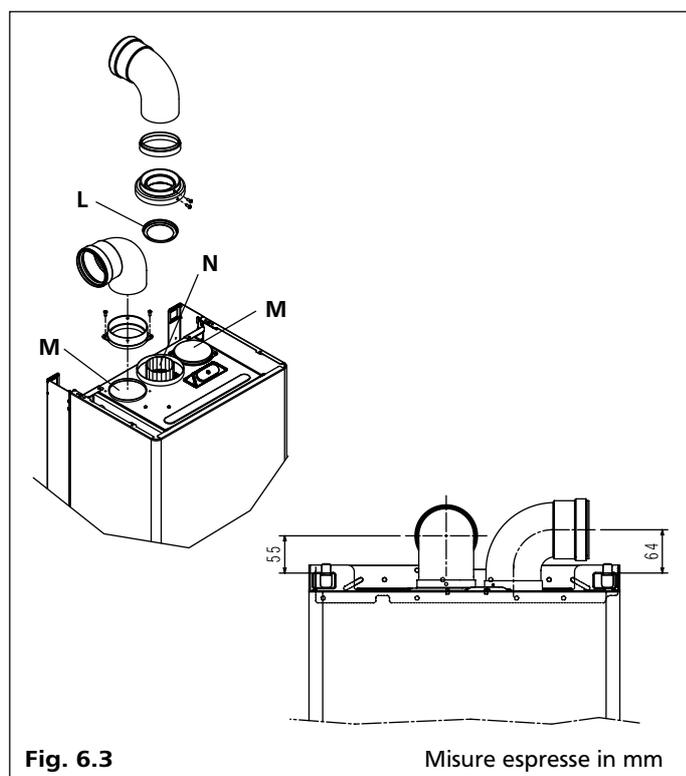

Fig. 6.3
Il condotto di scarico dei prodotti della combustione (N) è indicato in fig. 6.3. Il condotto di aspirazione dell'aria comburente può essere collegato all'ingresso (M) dopo aver rimosso il tappo di chiusura fissato con delle viti.